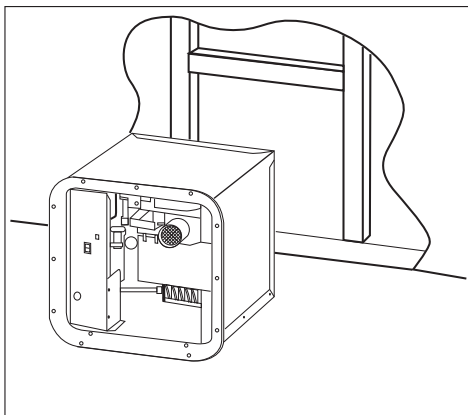

Figure 4
6. Fixer le boîtier du chauffe-eau au véhicule en insérant des vis à tête plate no 8 – ¾ po dans chaque trou de la bride de porte (Figure 4). S'assurer qu'il y a un joint étanche entre la paroi latérale et la bride. Sinon, répéter les étapes ci-dessus.